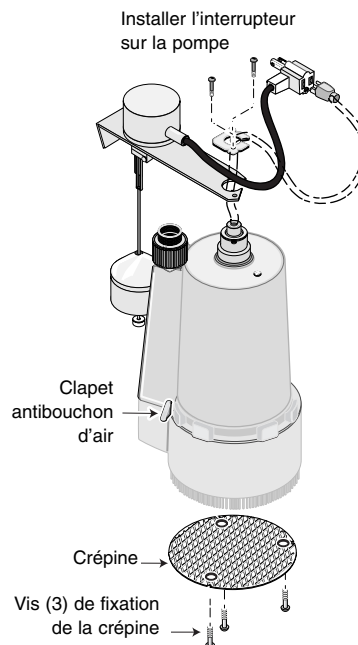

Figure 1 - Pour nettoyer la crépine et le clapet antibouchon d'air et pour brancher l'interrupteur à flotteur.
4. Pour nettoyer la crépine, déposer les trois (3) vis de fixation de la crépine sur le socle de la pompe (se reporter à la Figure 1), puis déposer et nettoyer la crépine.
Un petit trou est pratiqué dans le corps de cette pompe. Se reporter à Figure 1. C'est ce qu'on appelle un clapet antibouchon d'air. Si on soupçonne qu'il y a un bouchon d'air, introduire une épingle ou du nettoyant de tuyau dans le trou antibouchon d'air pour enlever les débris.